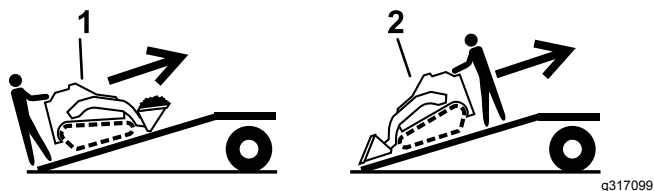

Рисунок 20
5. Погрузку машины на прицеп следует производить более тяжелой частью вверх по наклонному въезду, при этом грузы должны быть опущенными (**Рисунок 20**).